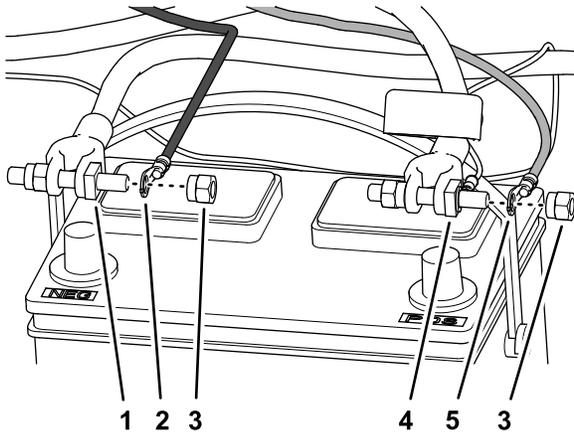

図 13
2. 電源ハーネスのリング端子のうちで、BATTERY (-) というラベルの付いている端子を、バッテリーのマイナスクランプ用のボルトに通す 図 13。
3. 電源ハーネスのリング端子のうちで、BATTERY (+) というラベルの付いている端子を、バッテリーのプラスクランプ用のボルトに通す 図 13。